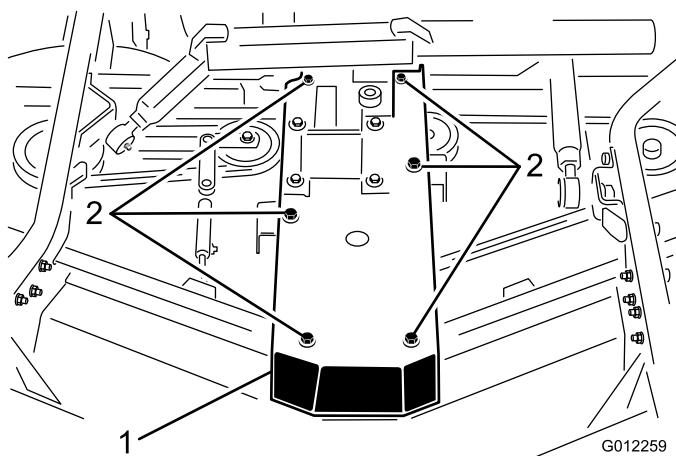

図 23
- ギアボックスプレートをデッキのチャネル材に固定しているキャップスクリュとナットを取り外す(図23)。ギアボックスプレートとギアボックスをデッキのチャネル材から外してデッキの上に置く。